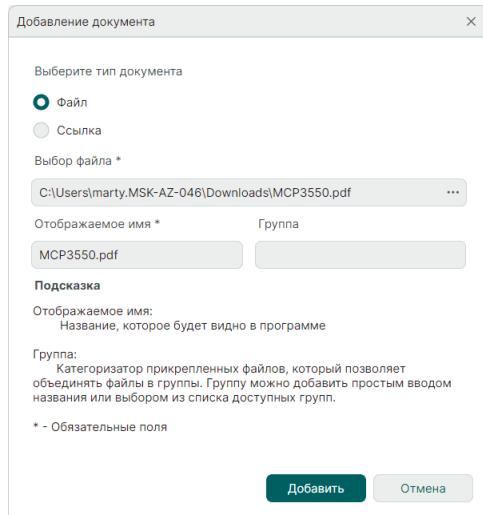

Рис. 311 Форма прикрепляемой информации
2. Заполните поля формы «Добавление документа», см. Рис. 311.